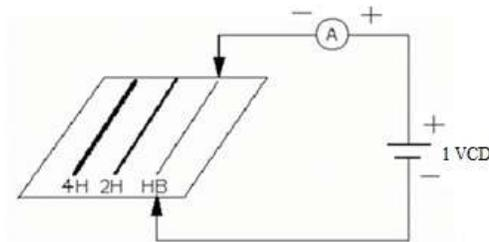

Figura 3.3 Medición de conductividad y resistividad eléctrica
e) Conecte las minas una a la vez como se muestra en la figura 3.3.